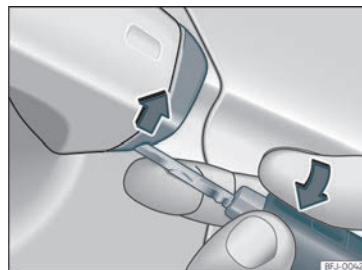

Fig. 75 Asa da porta do condutor: desprender a tapa facendo panca.
- Insira o espadín na abertura inferior da tapa da asa da porta do condutor »» **fig. 75** e levante a tapa de abaixo arriba.